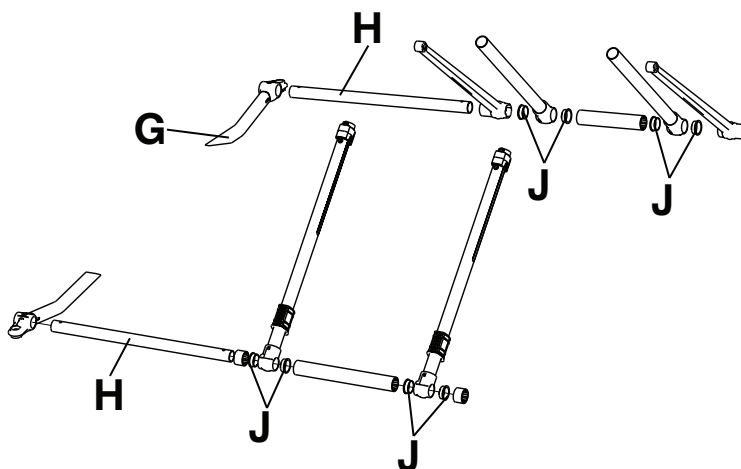

Figure 12 – Démonter le cadre en X
6. Retirer l'assemblage soudé du tube du châssis externe (G) du côté endommagé. Laisser le côté opposé pour soutenir le cadre en X (Figure 12).
7. Faire glisser les tubes du châssis du pied (H) à travers les pieds du cadre en X pour desserrer le cadre en X (Figure 12).
8. Retirer le tube interne et conserver les bagues (J) pour les réutiliser sur le nouveau tube (Figure 12).